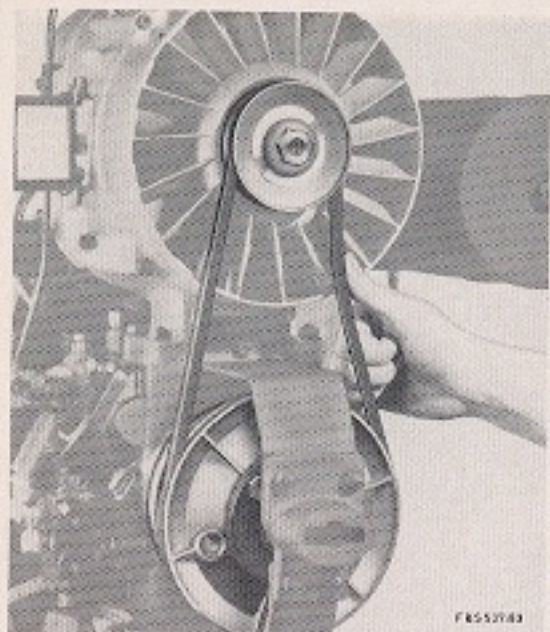

Figure 12:
**Refroidissement:** Le moteur est refroidi par ventilation forcée. Il est donc nécessaire de bien vérifier que la courroie d'entraînement du ventilateur est suffisamment tendue afin qu'il ne se produise aucun glissement. Voir figure 12.
La tension de la courroie doit être réalisée de façon à ce qu'il se produise un fléchissement de 10 à 20 mm lorsque l'on appuie normalement avec le pouce (voir fig. 12). Si l'on dépasse sa flexion de plus de 20 mm, il faut retendre la courroie. La modification de tension de la courroie est effectuée par l'introduction ou l'enlèvement de rondelles d'épaisseur entre les deux flasques de poulie montés sur l'axe de ventila-